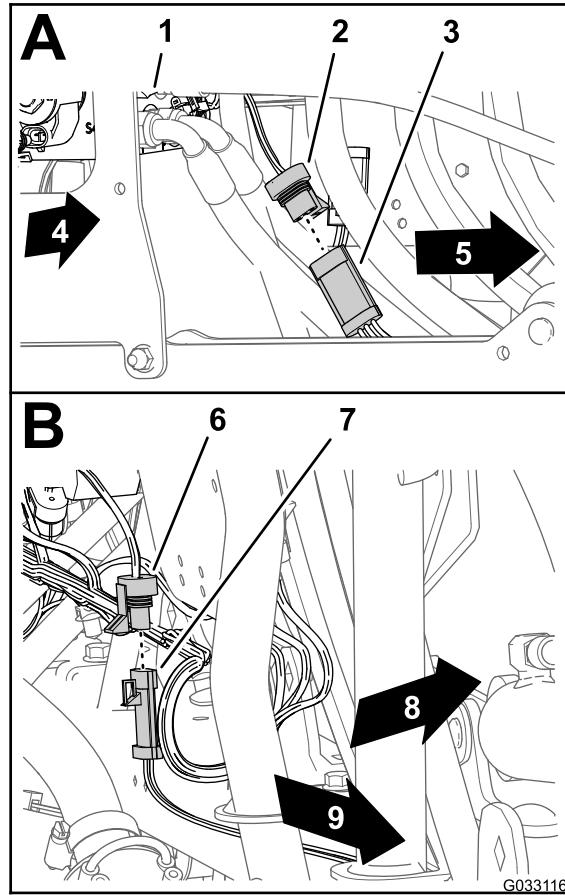

Figura 145
1. Ligue o conector de 3 tomadas da cablagem do Sonic Boom ao conector de 3 pinos do cabo para o sensor Ultra Sonic direito (A de Figura 145).
2. Ligue a tomada de 3 pinos da cablagem do Sonic Boom do conector de 3 pinos do cabo para o sensor Ultra Sonic esquerdo (B de Figura 145).